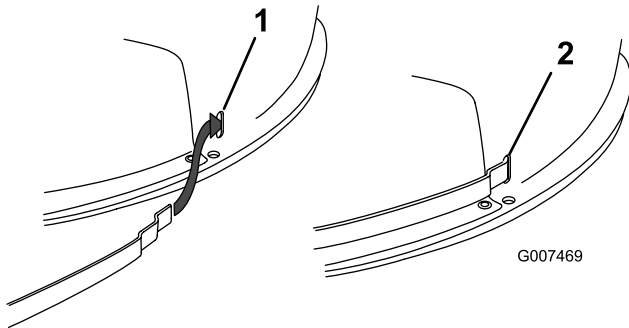

Figura 19
**Nota:** No retire las bridas de la carcasa del cortacésped. Si una brida se separa de la carcasa, introdúzcala tal y como muestra la Figura (Figura 19).
16. Eleve el recogehierbas e instale el perno, las 2 arandelas y el pasador de horquilla para fijar el tubo de descarga a la chapa trasera (Figura 19).